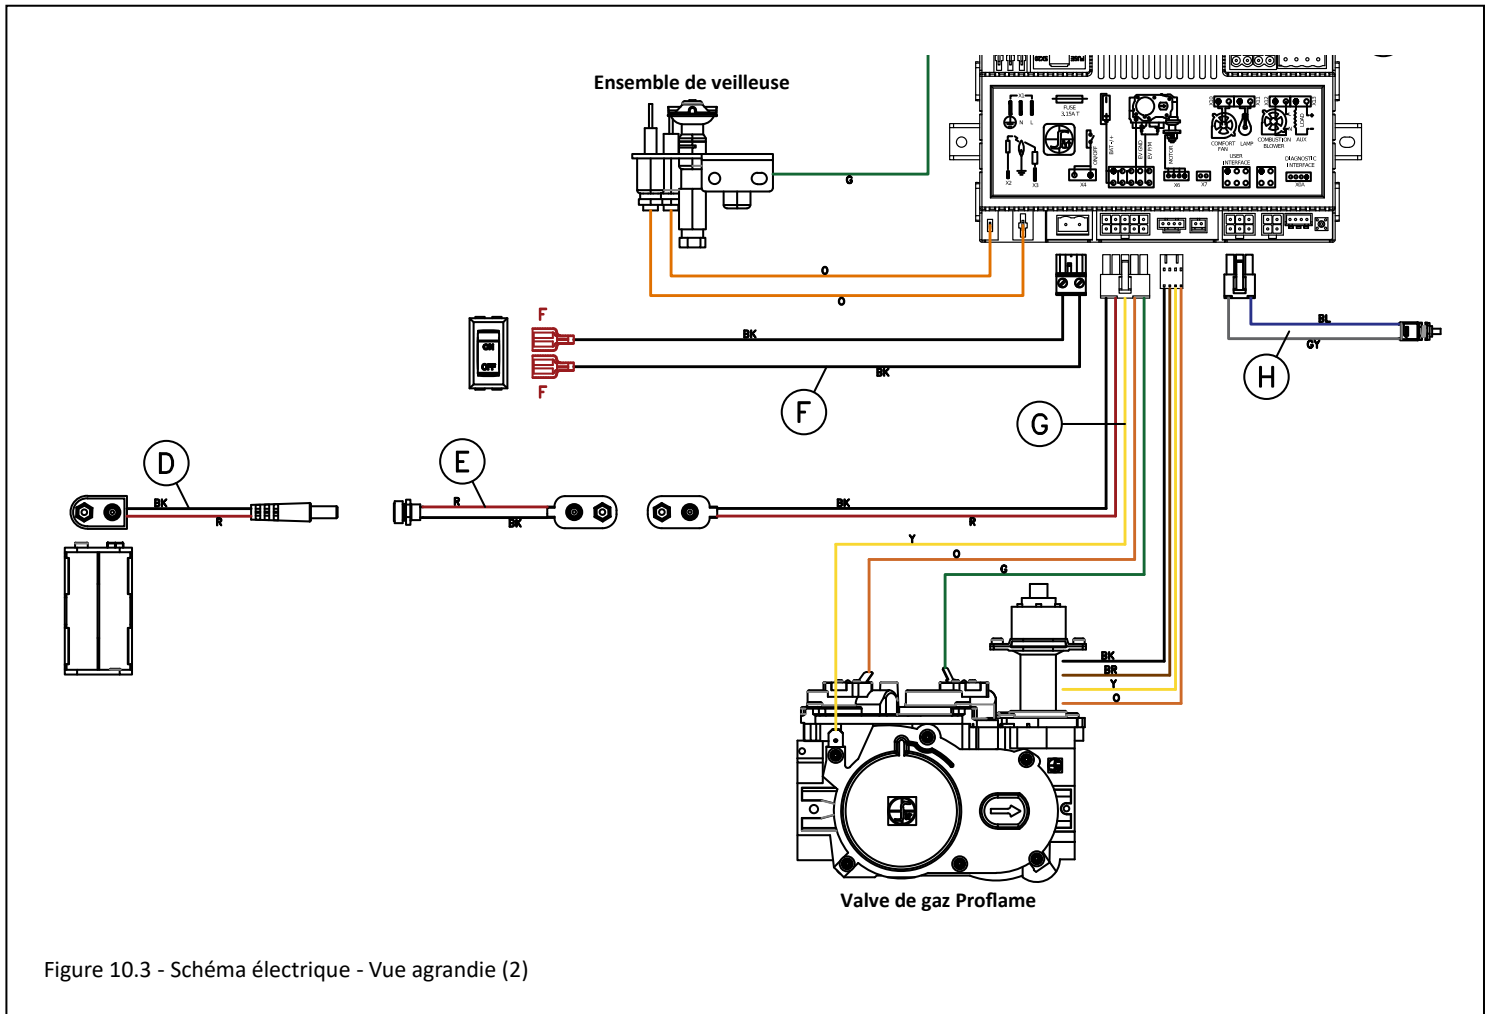

Figure 10.3 - Schéma électrique - Vue agrandie (2)
- La Figure 10.3 montre une vue agrandie du schéma de câblage. Cette figure montre l'ensemble de veilleuse, l'interrupteur à bascule on/off, le bloc-piles de secours, la valve de contrôle de gaz et le bouton de synchronisation de la télécommande.